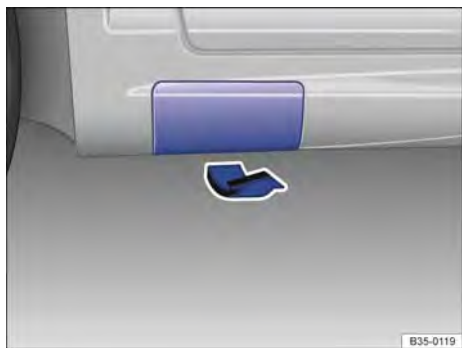

Fig. 250 Rebater a cobertura.
O macaco pode ser colocado somente nos pontos de fixação e somente com a cobertura aberta → Fig. 250. Deve ser considerado o ponto de apoio localizado junto à roda correspondente → ⚠.
7. Retirar a capa de cobertura na soleira lateral: para isso, puxe com força mas cuidadosamente na direção da seta → Fig. 250. A capa de cobertura está munida de uma cinta de fixação. ▶